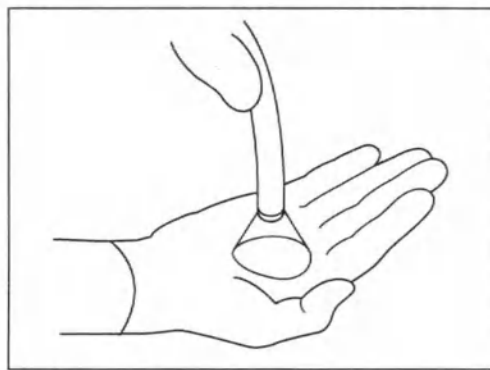

Рисунок 3.28
- 3 Убедитесь в том, что дистальный конец эндоскопа излучает свет. (См. рис. 3.28)